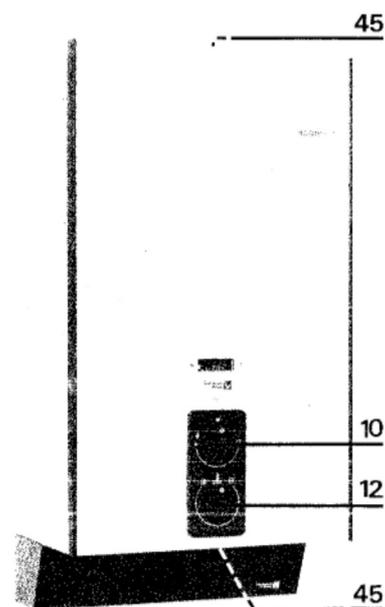

Fig. 10
- Retirer la façade du chauffe-bain. Voir paragraphe "Démontage de la façade d'habillage" (fig. 10).
(fig. 10)
(fig. 10, page 3).